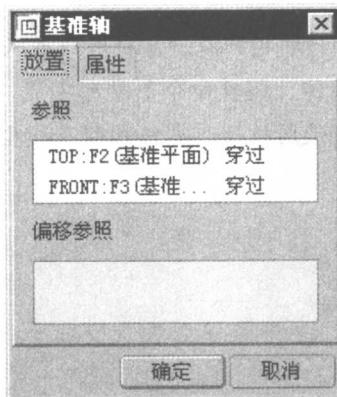

图 1.2.3
(1) 单击工具栏上的基准轴的创建图标 。
- (2) 选取基准平面 TOP, 定义为“穿过”。
- (3) 按住 Ctrl 键, 选取 FRONT 基准平面, 定义为“穿过”。
- (4) 在基准轴对话框中单击 **确定** 按钮 (如图 1.2.3 所示)。